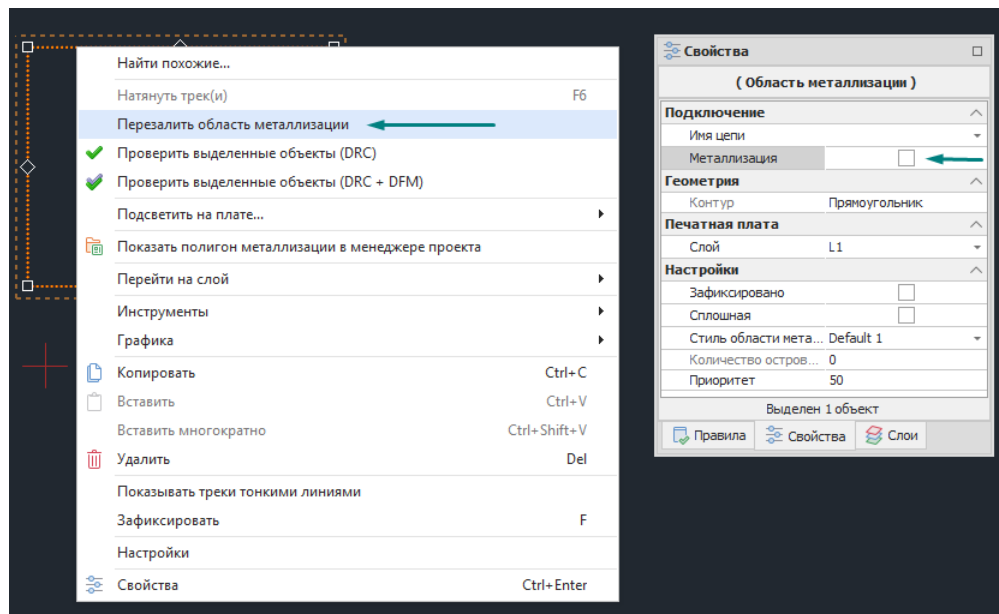

Рис. 388 Варианты заполнения области металлизации
2. В контекстном меню выбрать «Перезалить область металлизации» или установите флаг в чек-бок «Свойства» → «Подключение» → «Металлизация», см. Рис. 388.